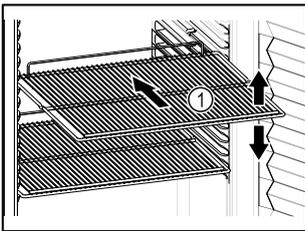

Fig. 88 Représentation à titre d'exemple
- Lorsque les grilles de support Fig. 88 (1) peuvent être déplacées, changez leur position en fonction de la hauteur des aliments.